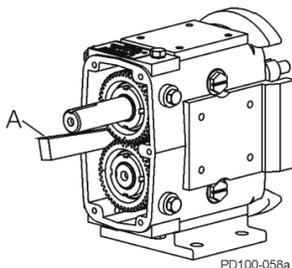

Ilustración 61 - Bloqueo de la rotación del eje
4. Utilice un bloque de madera o nilón (Ilustración 61, elemento A) para evitar que giren los ejes. Si no cuenta con un bloque, utilice trapos para bloquear los engranajes o con un rotor sobre el eje, bloquee el rotor con un pasador de nilón.